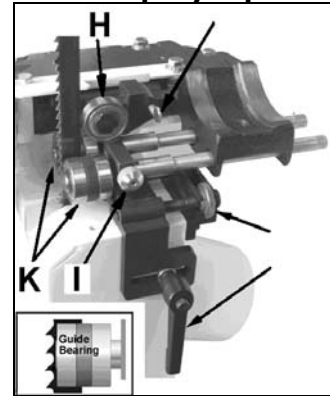

Рис. 14
Зажимная рукоятка (I, Рис. 14) фиксирует сразу роликовые направляющие (K).